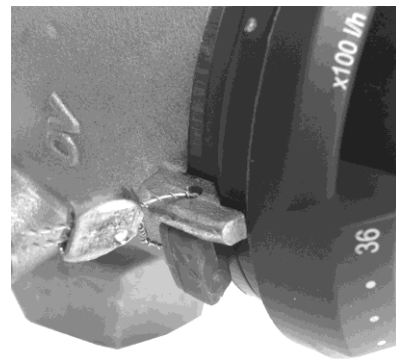

Abb. 27:
3. Blockierring wieder einsetzen. Optional kann der Blockierring mit dem Plombierdraht an der Sollwert-Markierung plombiert werden (siehe Abb. 27).